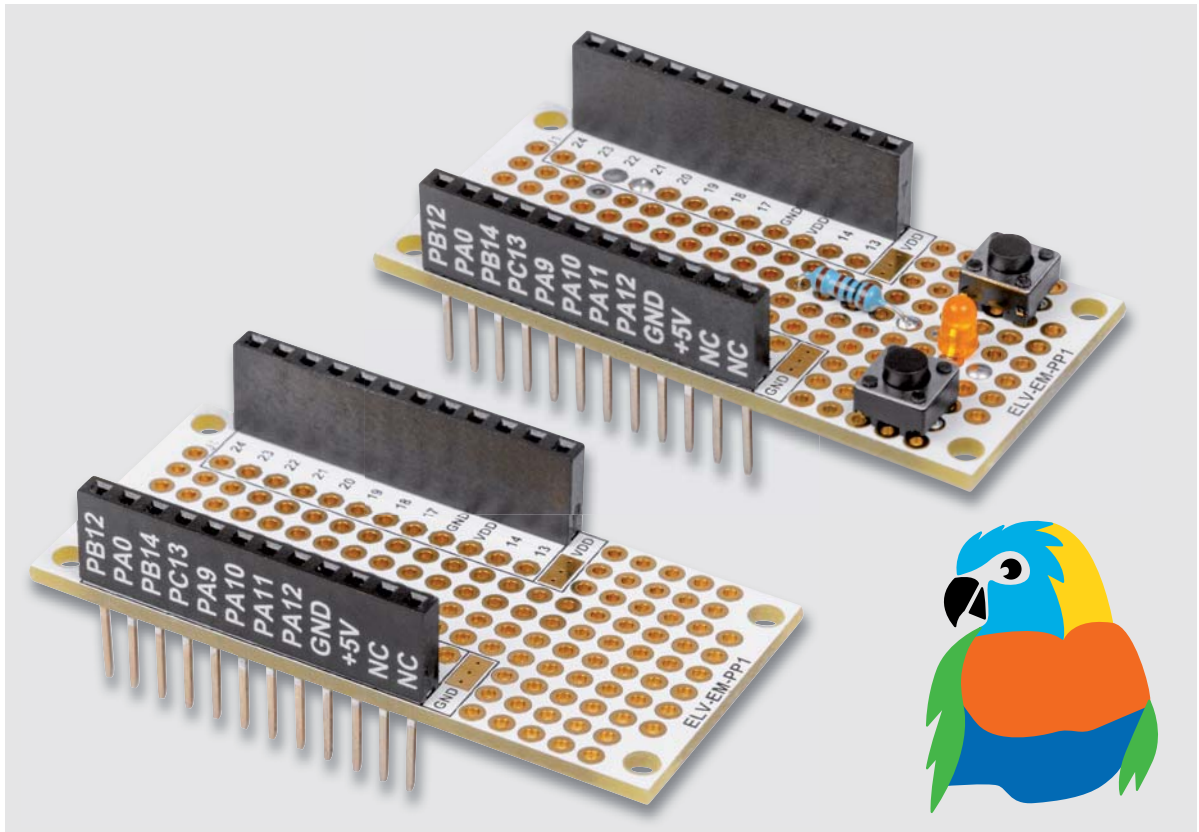

Bild 8: Einbau in ein Bopla-Gehäuse mithilfe der 3D-gedruckten Befestigungsteile
- ② Im Downloadbereich des ELV-LW-GPS1 [3] wird zusätzlich ein 3D-Druck-File zur Befestigung in einem Bopla-Gehäuse [9] bereitgestellt. Der Einbau ist in Bild 8 zu sehen.